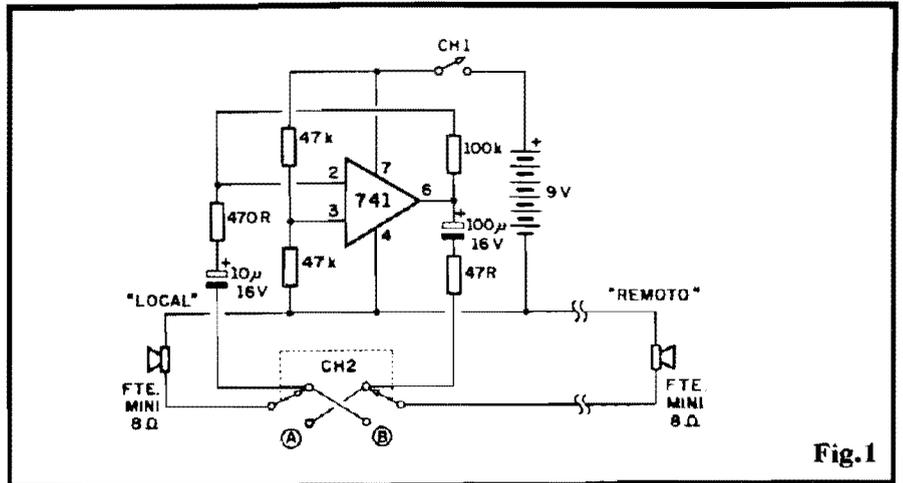

Fig.1
- **FIG. 1 - O CIRCUITO** - No "centro" do circuito, um único, pequeno e "humilde" (embora versatílfssimo...) Integrado 741, amplificador operacional, faz "só tudo"...! Para poder trabalhar confortavelmente com fonte única (os circuitos típicos em Amplificadores Operacionais Integrados normalmente requerem fonte split ou duplas...), um referencial de "meia Tensão" da alimentação geral é oferecido pelo "totem" de dois resistores de 47K, cujo "nó" está ligado à Entrada Não Inversora (pino 3) do 741... Já o pino 2 - Entrada Inversora - recebe diretamente os sinais elétricos "traduzidos" por um pequeno alto-falante (que, no caso, funciona como microfone...), através do capacitor de isolamento (10u) em série com um resistor de 470R... O resistor de 100K, entre a Saída do Operacional (pino 6) e a citada Entrada Inversora, promove a realimentação e determina o elevado ganho geral do arranjo, que matematicamente corresponde à razão entre o dito valor de 100K e o valor do resistor de Entrada, 470R (um fator de amplificação superior a 200, confirmam...). Dessa forma, os tênues sinais elétricos enviados pelo alto-falante/microfone, são elevados em nível por um fator de mais de 200 vezes, e tornam-se presentes, na Saída (pino 6) em condição suficiente para excitação de outro pequeno alto-falante (este na função